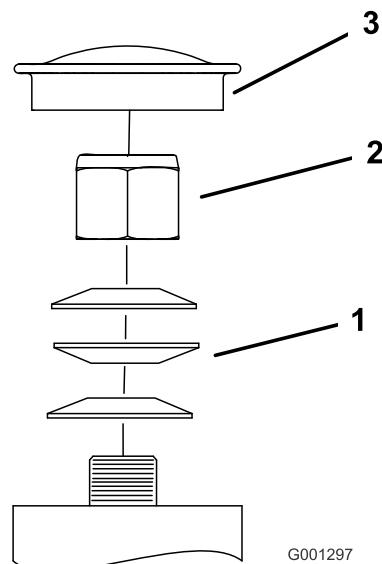

図 58
- キャスターからダスト・キャップを外してロックナットを締め付ける (図 58)。
- Tスプリング・ワッシャが平たくつぶれるまでロックナットを締め付け、その位置から1/4回転もどすと、ベアリングに対して適切な予負荷がかかる (図 58)。
**重要** スプリング・ワッシャが 図 58 に示すように正しく取り付けられていることを確認する。
- ダスト・キャップを取り付ける (図 58)。